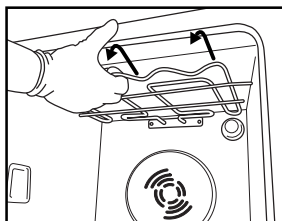
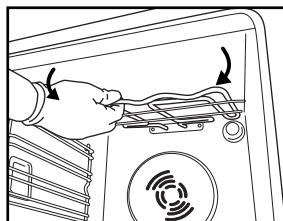

Fig. 3
Fig. 4
2. Faites sortir légèrement la résistance (fig. 3) avant de l'abaisser (fig. 4).
2. Dévissez le capot de l'ampoule (fig. 3), remplacez l'ampoule brûlée par une neuve (voir « Remarque » pour connaître le type), puis revissez le capot de l'ampoule.